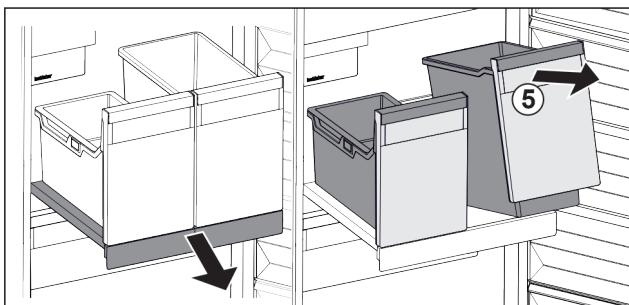

Fig. 89
- Підняти резервуар Fig. 89 (5) спереду.